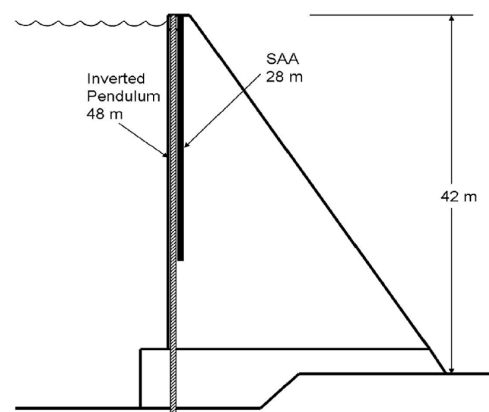

Fig.4 SAAとInvPの設置モデル
- ▶ SAAは28mを50cm間隔で測定(原点含め56点)、InvPは48mを2m間隔で測定[Fig.4].